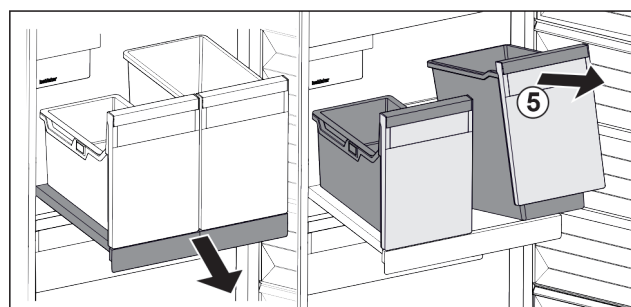

Fig. 29
- ▶ Bak Fig. 29 (5) aan voorzijde optillen.